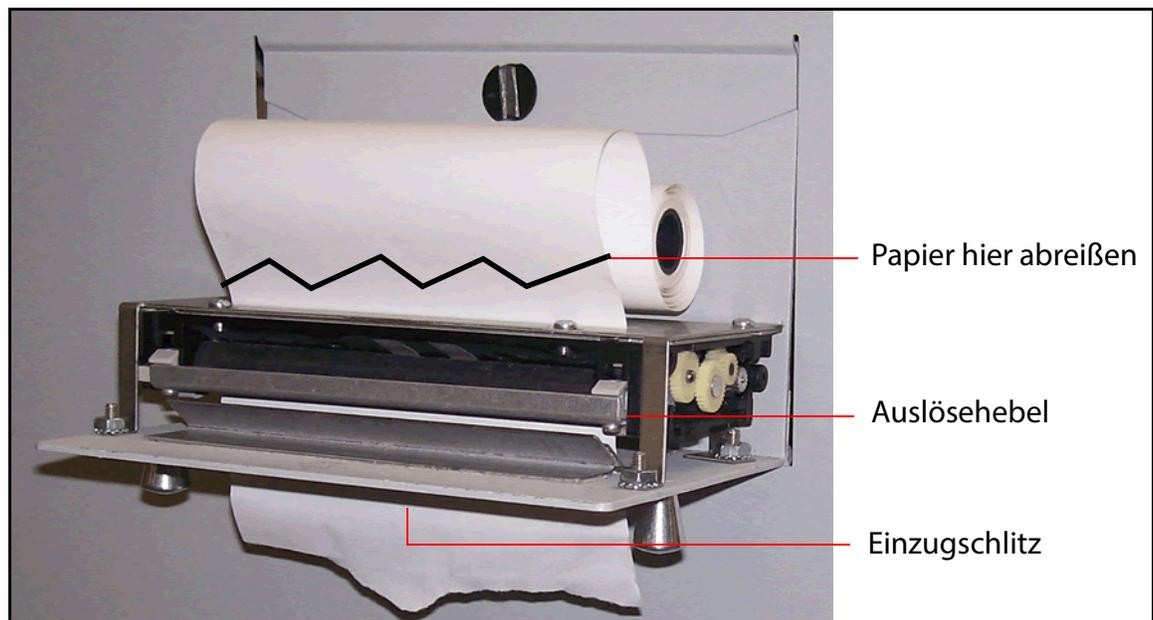

Abbildung 7-2: Entfernung von Papier
- b. Reißen oder schneiden Sie das Papier wie in Abbildung 7-2 dargestellt ab und heben Sie die alte Rolle aus dem Drucker.
4. Legen Sie eine neue Papierrolle auf die Metallwelle und installieren Sie die Rolle so im Drucker, dass das Papier oben von der Rolle eingezogen wird (siehe Abbildung 7-2). Das Papier wird automatisch in den Drucker eingezogen.